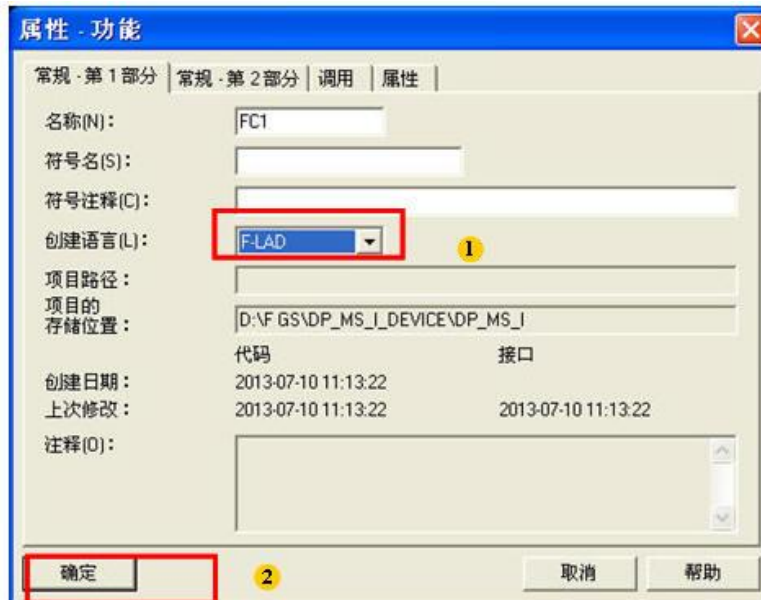

图 2-21 选择编程语言 F-LAD
- 2) 在 F-FC 功能设置页面。创建语言选择: F-LAD, 点击 “确定”, 如图 2-21